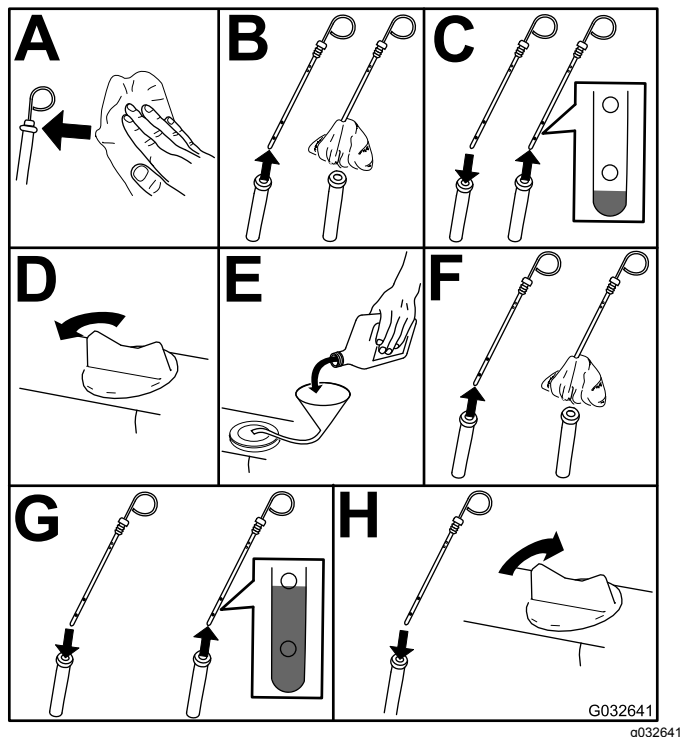

Figura 46
3. Compruebe el nivel de aceite del motor (Figura 46).